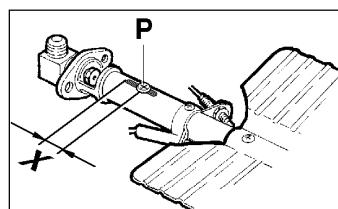

Fig.14
- 2 Allentare la vite **P** e regolare la posizione **X** del cono venturi (Fig.14) secondo le indicazioni della tabella n°4.